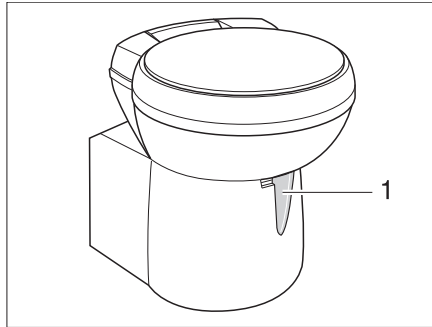

Bild 262 Thetford-Toilettenschüssel, schwenkbar
- Vor dem Spülen den Schieber der Thetford-Toilette öffnen. Dazu den Schieberhebel (Bild 262,1) entgegen dem Uhrzeigersinn schieben.